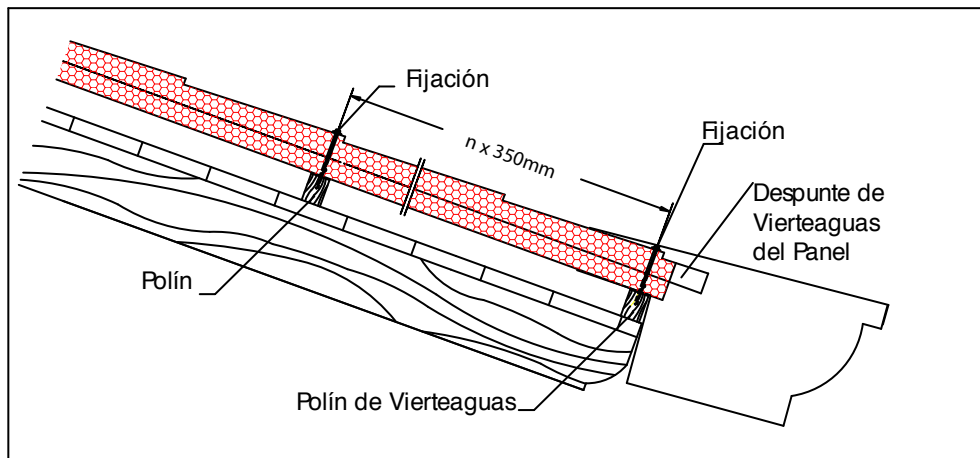

Fig. 22
- La distancia de estas correas deben tener una medida múltiple de 350mm. La distancia de las correas, relacionada con los valores de tonelaje del panel evidenciados sobre la tabla, tendrá como punto de referencia la primera correa del agua posicionada en proximidad al alero (ver Fig. 22 y 23).